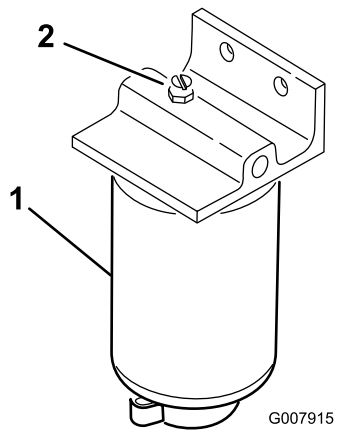

Figura 36
3. Abra el tapón de ventilación del filtro de combustible/separador de agua (Figura 36).